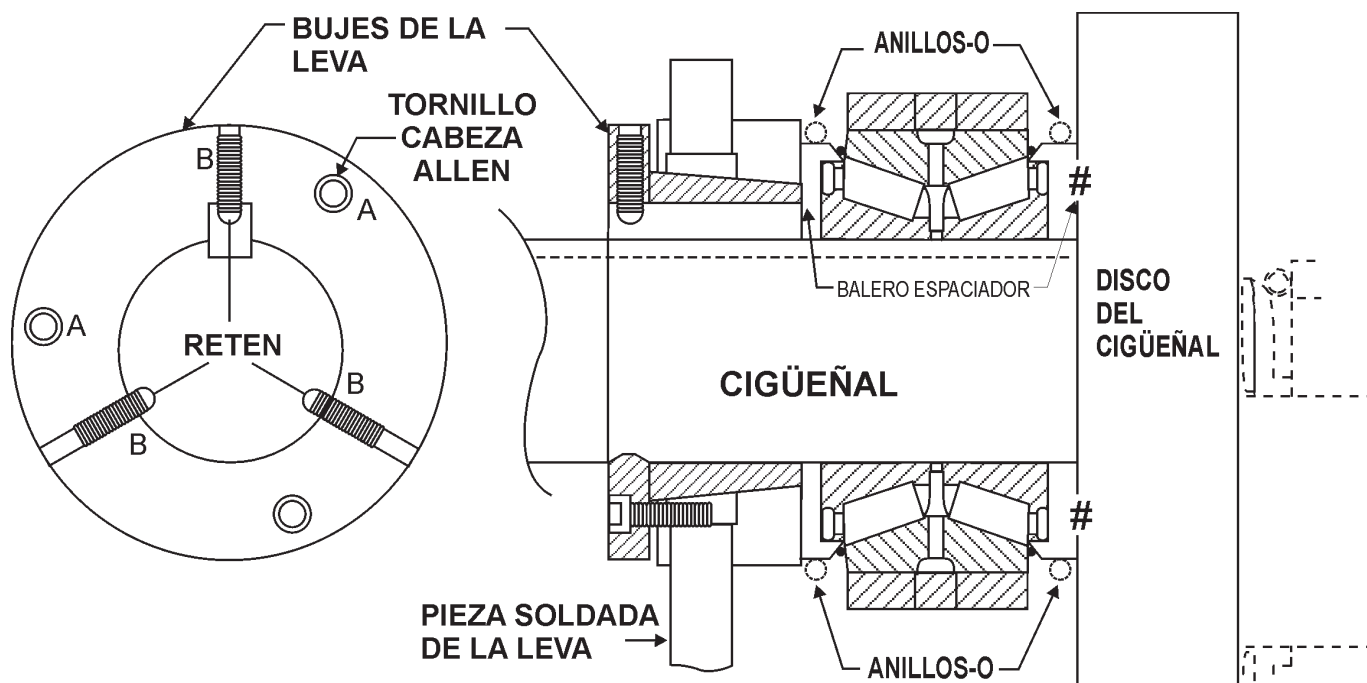

Figura 23. Instalación del balero/buje de la leva
1. Instale los componentes del balero en el cigüeñal haciendo contacto completo con la parte trasera del disco de la manivela como se indica en el símbolo #. Consulte la Figura 23.